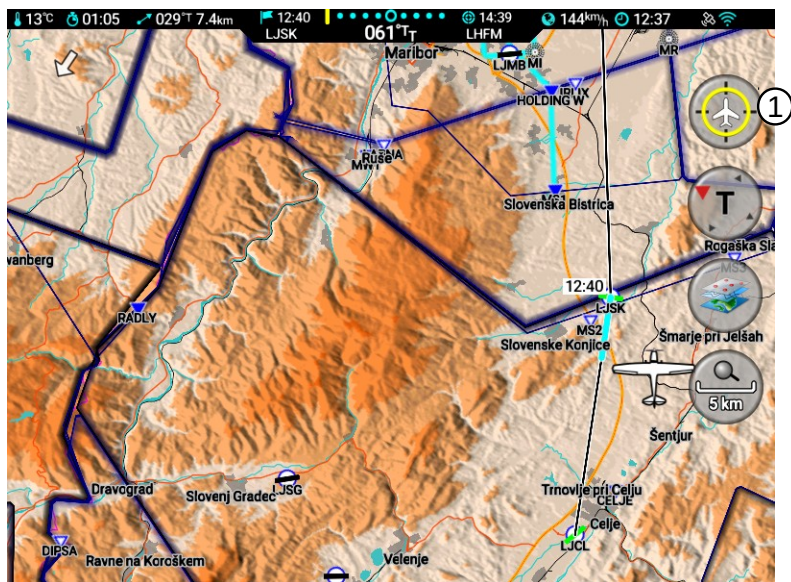

Figure 7: Darstellung des Navigationsbildschirms im verschiebemodus.
Durch Berühren der Home Taste, die in der Abbildung 7 als ① markiert ist, wird wieder die Standard Navigationskarte angezeigt.